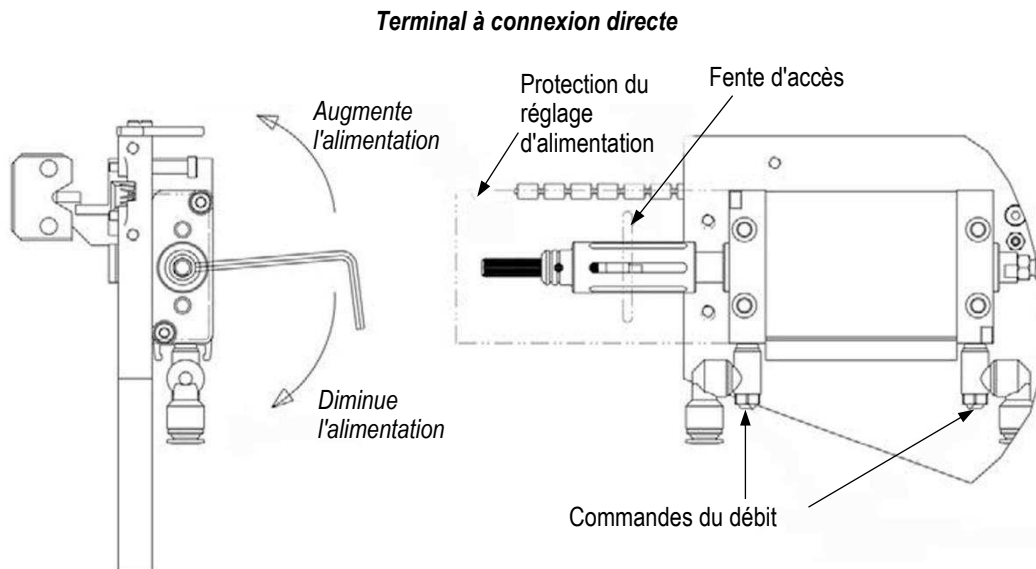

Figure 23
2. Insérer une clé hexagonale de 3 mm ou un tournevis de taille similaire dans la fente d'accès de la protection d'alimentation arrière et dans une fente de la roue de réglage. Voir Figure 23.
3. Tourner la roue de réglage dans la direction souhaitée pour augmenter ou diminuer la distance d'alimentation (Figure 23).